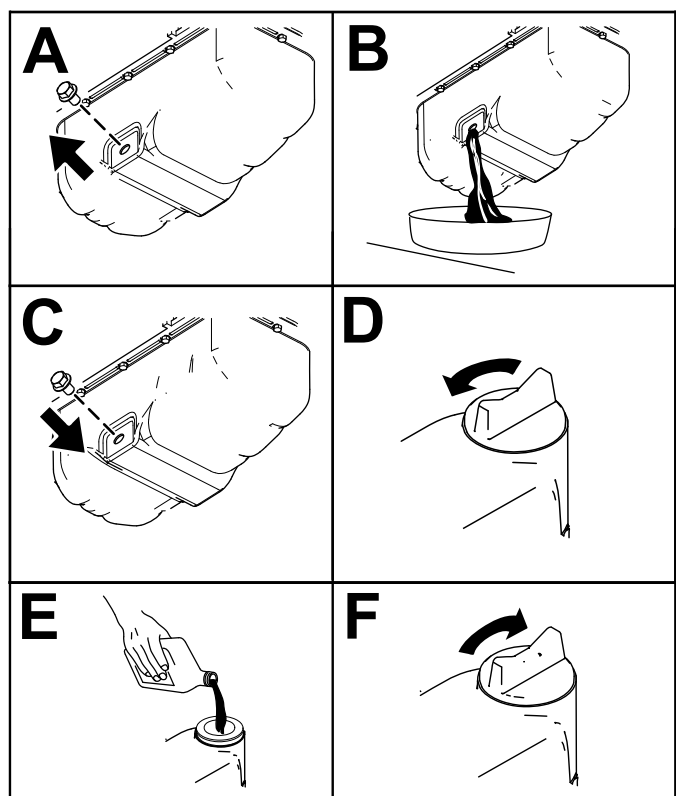

Figura 51
3. Cambie el aceite del motor, según se muestra en Figura 51.